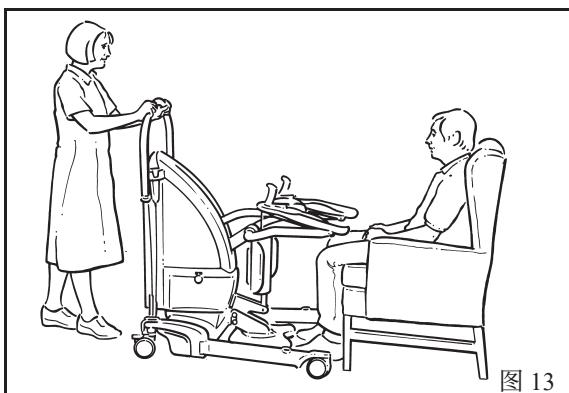

图 13
- 使用移位机从前部接近患者，在脚部支撑和 Proactive Pad 接触患者之前停止。（见图 13）